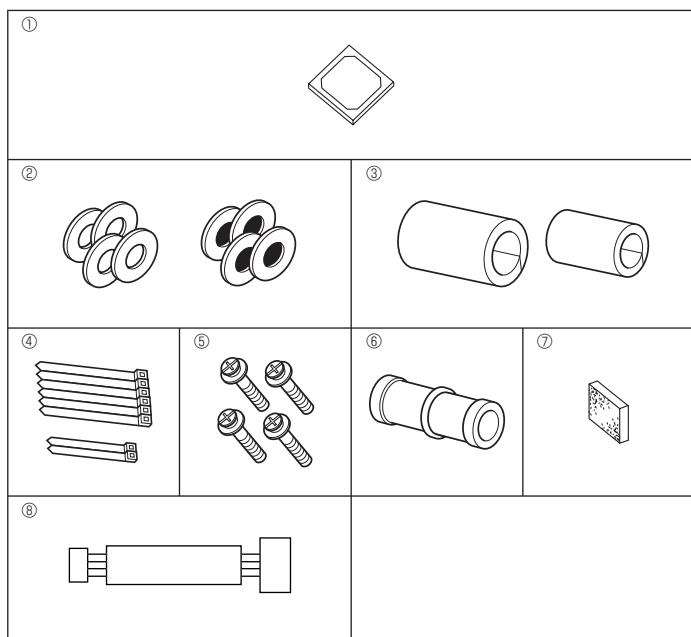

Fig. 2-1
2.1. Vérifier les accessoires qui accompagnent l'appareil intérieur (Fig. 2-1)